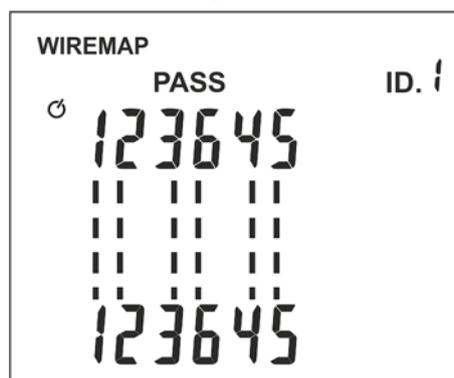

Fig. 11: Affichage test correct sur câble avec connecteur RJ11
4. Appuyer sur le bouton **TEST/←**. L'instrument effectue le test et affiche le message « **PASS** » pour test correct (voir Fig. 11) ou le symbole « » en plus des paires clignotantes en cas d'erreur sur le câblage (voir § 5.2.1)